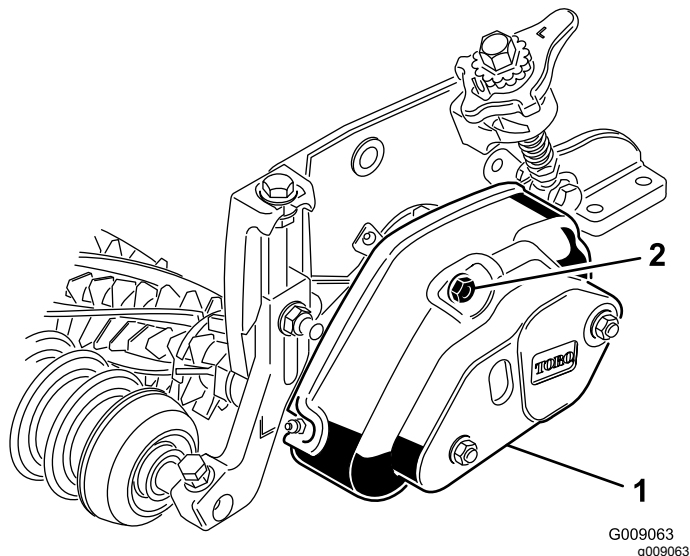

Figura 20
1. Retire as duas porcas de montagem da cobertura do rastelo e retire cobertura (Figura 20).